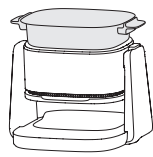
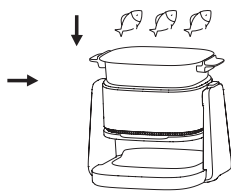

рис. 17
рис. 18
① Настройте устройство на режим гриля и соберите чашу для гриля (рис. 17).
② Нажмите кнопку “▶” в области функций быстрого старта, на экране отобразится 200°C, 20 мин.
③ Налейте масло в чашу для гриля, нажмите кнопку “Start/Cancel” для начала предварительного нагрева, на экране дисплея начнет отображаться оставшееся время.
④ Через 3 минуты выложите рыбу в чашу для гриля (рис. 18), переверните рыбу через положенное время.
⑤ Когда изделие подаст пять звуковых сигналов, процесс приготовления завершится, и на дисплее появится надпись «End» («Конец»). Соблюдая осторожность, снимите чашу для гриля и извлеките ингредиенты.